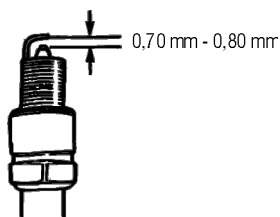

Fig. 27 – folga da vela
- 7 – Para um correto funcionamento, a folga da vela deve estar entre 0,70 mm e 0,80 mm (fig. 27).